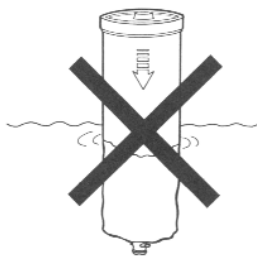

FIGURA 9
**El filtro de carbón en bloque no necesita que se lo sumerja en agua para activarlo. NO REMOJE EL FILTRO DE CARBÓN EN BLOQUE EN AGUA ANTES DE USARLO. (FIGURA 9)**